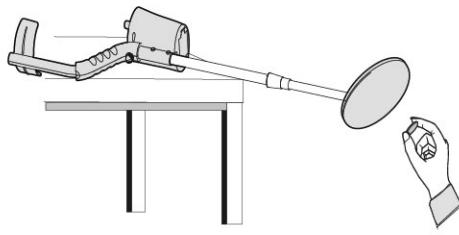

Figure.9
- Coloque o detector numa mesa de plástico ou de madeira. Permita que a bobina de busca se prolongue pela extremidade da mesa um pouco mais do que 15 cm. (Fig. 9)